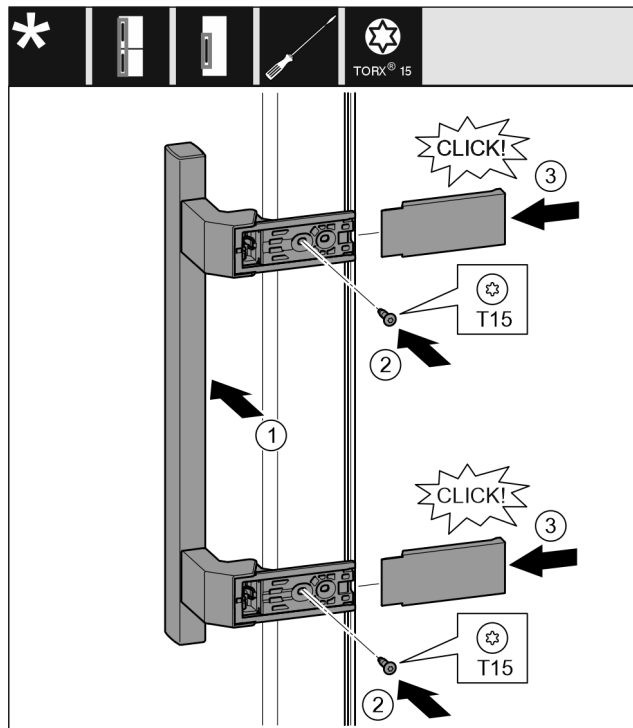

Fig. 14
- ▶ Aplicați mânerul pe partea opusă. Fig. 14 (1)
- ▶ Înșurubați ferm șuruburile cu șurubelnița T15. Fig. 14 (2)
- ▶ Aplicați și împingeți capacele laterale. Fig. 14 (3)